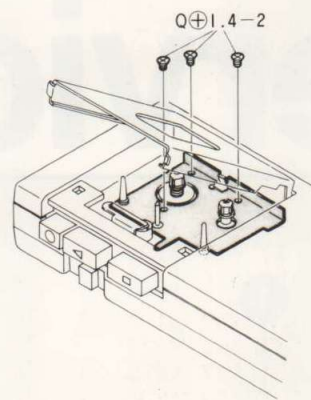

Fig. 2
1) Remove 3 screws. (See Figure 2)
1) Drie schroeven losdraaien (zie Fig. 2).
1) Enlever les 3 vis (voir Fig. 2).
1) Togliere le 3 viti (vedere Fig. 2).